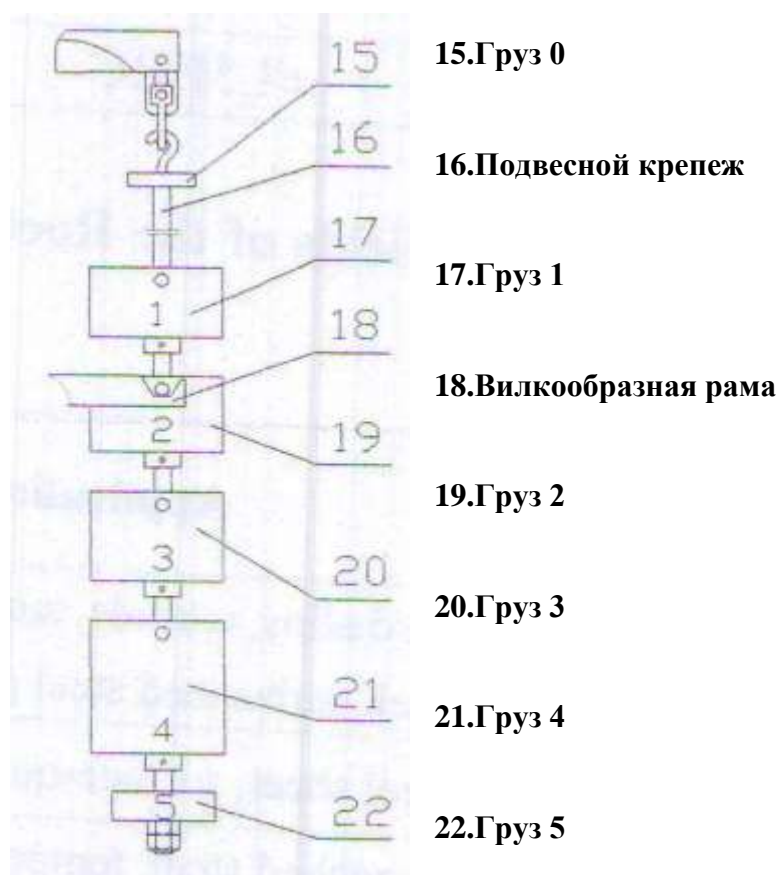

Рис.3
3.4 Установка набора грузов (Рис.3)